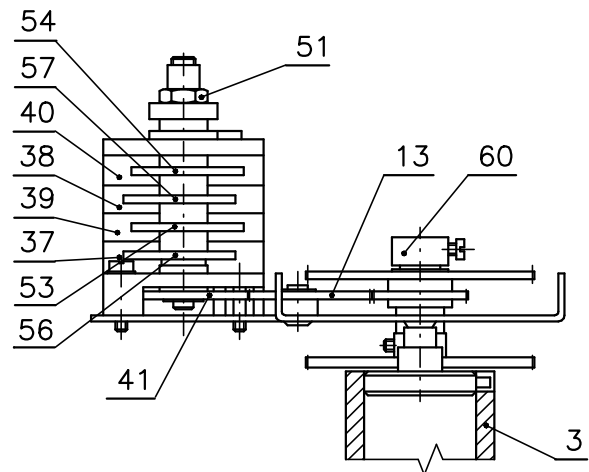

Рис. 4
- блок положения (Рис.4)
Блок положения (Рис.4)
Привод на блок датчика выведен из блока передачи. Зубчатое колесо (43a), (43b), (43c), (43d) с муфтой датчика (60), (Рис.4), образуют конструкторское целое. Обратное движение от редуктора к датчику переносится через муфту (60) после подвинтывания болта (50).